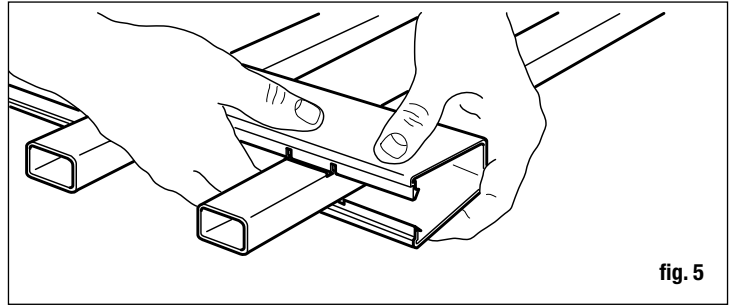

fig. 5
- Once all the pickets are in place, snap the rails into all the picket notches using your hands or gently tap with a rubber mallet (fig. 5).
- Una vez que todas las estacas estén en su lugar, presione las pestañas de los barandales en las ranuras de las estacas utilizando las manos o golpee suavemente con un mazo de goma (fig. 5).